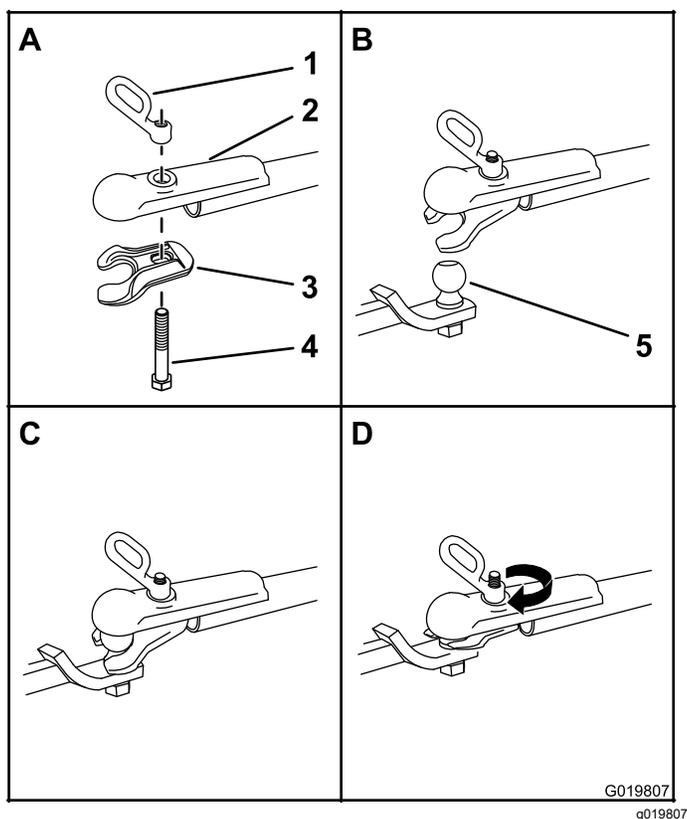

Figure 18
- Appliquez du frein-filet sur les filetages du boulon du coupleur pour bloquer la poignée du coupleur en place (Figure 18).
- Poussez le boulon du coupleur dans la chape et le haut du coupleur, puis fixez la poignée du coupleur au boulon (Figure 18).
- Tournez la poignée du coupleur dans le sens horaire pour la visser sur le boulon jusqu'à ce qu'il soit bien fixé (Figure 18).